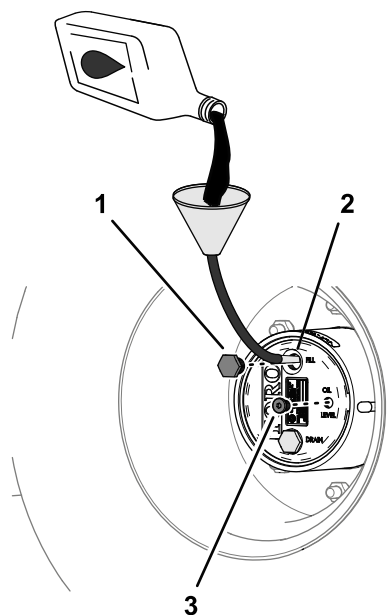

図 98
4. オイルの量が少ない場合は、補給プラグを取り、点検穴からあふれ出てくるまで所定のオイルを補給する 図 98 プラネタリギアドライブの潤滑油の仕様 \(ページ 64\) を参照。
6. 補給プラグと点検プラグを取り付ける 図 98。
1. 補給プラグの穴から、新しいオイルをゆっくりと入れる 図 98 プラネタリギアオイルの点検 \(ページ 64\)を参照。
3. 補給プラグと点検プラグを取り付ける 図 98 プラネタリギアオイルの点検 \(ページ 64\)を参照。